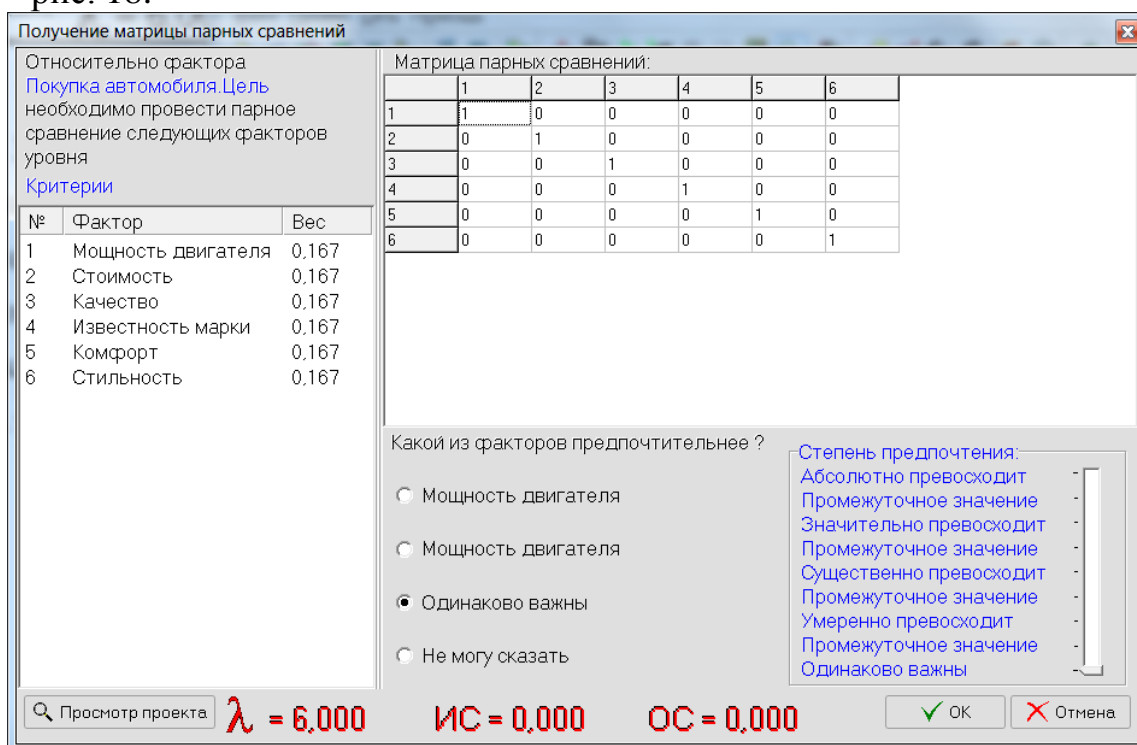

Рис. 18. Окно «Получение матрицы парных сравнений»
2. С помощью команды «Проект» – «Расчёт», вызвать окно, показанное на рис. 18: